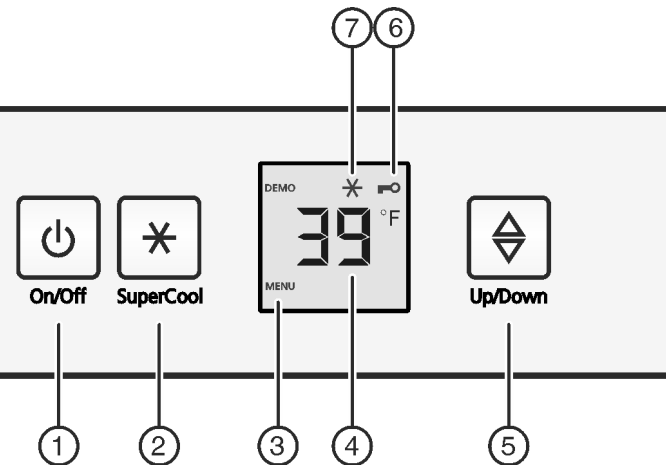

Fig. 3
- Appuyez sur la touche marche/arrêt Fig. 3 (1).
- Appuyer env. 5 secondes sur la touche SuperCool Fig. 3 (2).
- ▷ Le symbole Menu Fig. 3 (3) apparaît dans l'affichage.
- Confirmer brièvement avec la touche SuperCool Fig. 3 (2).
- ▷ Le symbole Sécurité enfants Fig. 3 (6) s'allume dans l'affichage.
- ▶ Appuyer brièvement sur la touche On/Off *Fig. 3 (1)*.
- ▶ Appeler la fonction de température : appuyer sur la touche de réglage *Fig. 3 (5)*.
- ▶ Modifier la température par incrément de 1 °F (1 °C) : appuyer sur la touche de réglage *Fig. 3 (5)* jusqu'à ce que la température souhaitée apparaisse dans l'affichage de température.
- ▶ Appuyer brièvement sur la touche SuperCool Fig. 3 (2).
- ▷ Le symbole SuperCool Fig. 3 (7) s'allume dans l'affichage.
- ▷ Le symbole SuperCool Fig. 3 (7) s'éteint dans l'affichage.